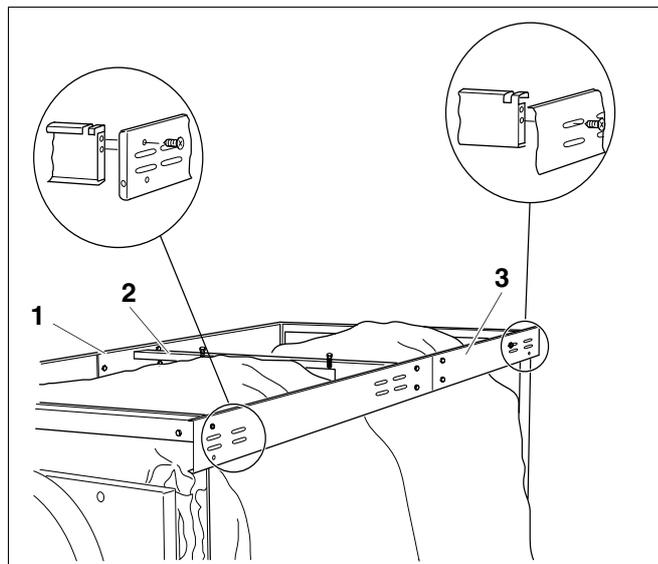

Fig. 12 Avvitare la traversa
- Agganciare la prima traversa laterale (fig. 12, **pos. 1**) con il profilo ad U nei rispettivi intagli della traversa anteriore, centrale e posteriore.
- Fissare la traversa con 1 vite autofilettante, sia anteriormente nel foro che posteriormente nell'asola (fig. 12).
- Agganciare la seconda traversa laterale (fig. 12, **pos. 3**) con il profilo ad U nei rispettivi intagli della traversa anteriore, centrale e posteriore.
- Allineare i pannelli laterali con l'impiego di viti (fig. 12, **pos. 4** a pagina 13).